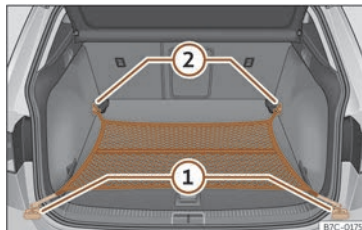

Abb. 165 Im Gepäckraum: flach eingehängtes Gepäckraumnetz.
- Hängen Sie die Haken in die Verzurrösen ein >>> (Abb. 165) (1) und (2) >>> ⚠️. Der Reißverschluss des Gepäckraumnetzes muss dabei nach oben zeigen.